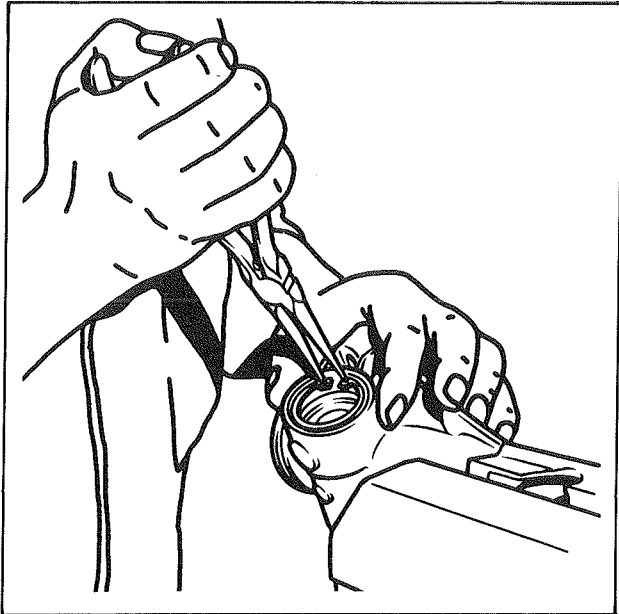

Fig. 9
- Déposer le circlip de retenue de roulement (fig 9)